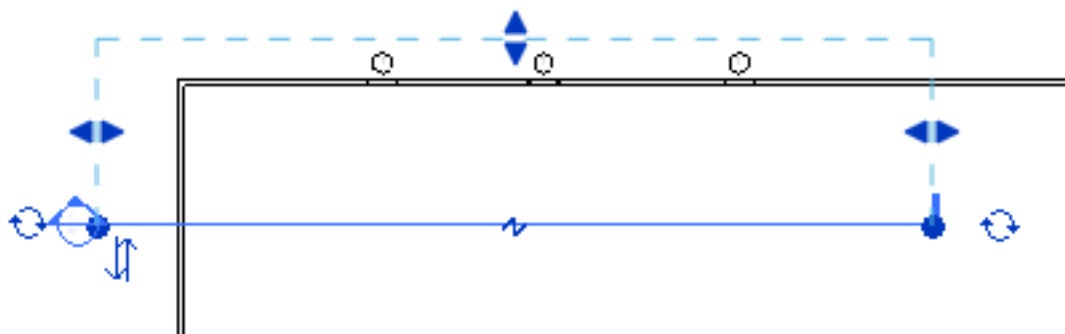

Рисунок 3.52. Область подрезки
5. Щелкните для указания конечной точки разреза. На экране появляется выделенная линия разреза и область подрезки (рис. 3.52).
6. При необходимости измените размеры области подрезки, выполнив перетаскивание синих элементов управления (рис. 3.52). Глубина вида в разрезе изменяется соответствующим образом.